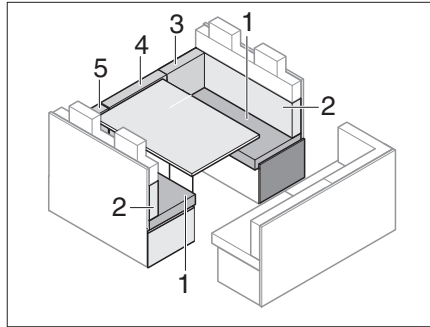

Bild 199 Före ombyggnaden
- Ta bort ryggdynorna (Bild 199,3,4 och 5) och lägg dem åt sidan.